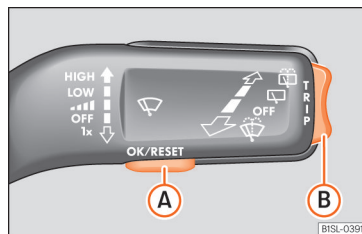

Abb. 34 Scheibenwischerhebel: Steuertasten.
- Falls eine Meldung oder das Fahrzeug-Piktogramm angezeigt wird, Taste **OK/RESET** drücken (» **Abb. 34 A**).
- Wippe » **Abb. 34 B** oben oder unten drücken, bis der gewünschte Anzeigepunkt angezeigt wird.